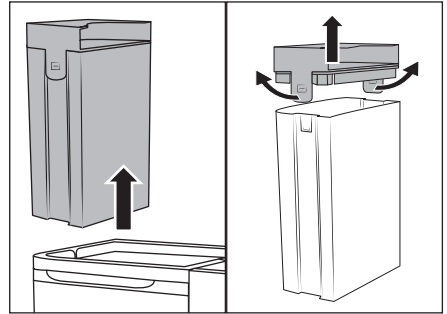

Fig. 5
(1) Versez uniquement de l'eau du robinet froide à tiède ou de l'eau distillée dans le réservoir d'eau propre ②. N'utilisez pas d'eau bouillante. (2) N'utilisez jamais l'appareil sans eau dans le réservoir d'eau propre ②. (3) Utilisez uniquement des produits de lavage pour tissus d'ameublement non moussants ou le **nettoyant vinaigre LIDL W5**. D'autres produits de nettoyage peuvent entraîner des dommages sur l'appareil. Nous recommandons d'ajouter trois cuillères à soupe de **nettoyant vinaigre LIDL W5** par remplissage complet (1,7 litre) du réservoir d'eau propre ②. Si nécessaire, augmentez la part de nettoyant vinaigre petit à petit pour obtenir le résultat souhaité.
- ◆ Saisissez le réservoir d'eau propre ② au niveau de la poignée du couvercle ① et sortez-le de l'appareil en tirant vers le haut (voir fig. 5).
- ◆ Tirez légèrement les deux languettes de retenue vers l'extérieur et retirez le couvercle ① (voir fig. 5).
- ◆ Remplissez l'appareil d'eau du robinet ou d'eau distillée et ajoutez si nécessaire du nettoyant pour tissus d'ameublement ou du nettoyant vinaigre W5. Veuillez respecter les consignes d'utilisation du fabricant. Veillez à ce que le réservoir d'eau propre ② soit rempli au maximum jusqu'au repère MAX.
- ◆ Placez le couvercle ① sur le réservoir d'eau propre ② et enfoncez-le jusqu'à ce que les deux languettes de retenue s'enclenchent.
- ◆ Saisissez le réservoir d'eau propre ② par la poignée du couvercle ① et insérez-le dans l'appareil.